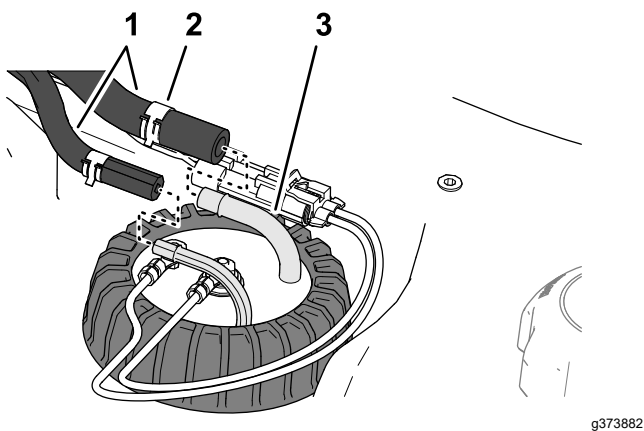

Figura 88
5. Conecte la manguera a los acoplamientos del sensor de combustible, y sujete las mangueras a los acoplamientos con las abrazaderas (Figura 88).